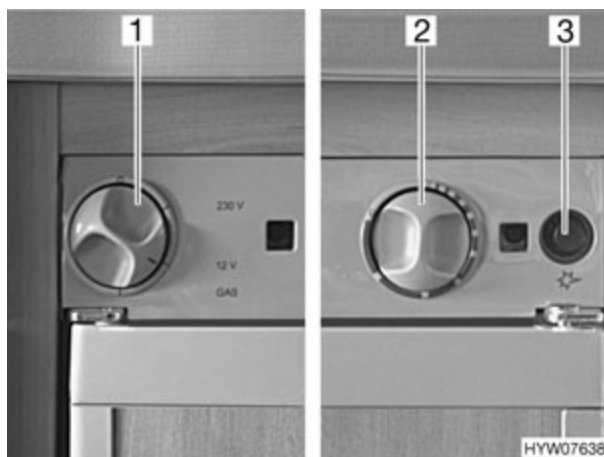

Fig. 120 Boutons de commande pour le réfrigérateur (variante 4)
- Placer le sélecteur de source d'énergie (Fig. 120,1) sur "GAS".
- Enfoncer le bouton tournant (Fig. 120,2) et le maintenir enfoncé. L'arrivée de gaz est ouverte.
- Appuyer de façon répétée sur l'interrupteur d'allumage (Fig. 120,3), jusqu'à ce qu'une flamme soit visible dans le verre-regard (en bas à gauche dans le réfrigérateur).
- Maintenir le bouton tournant (Fig. 120,2) encore enfoncé pendant 10 à 15 secondes, puis le relâcher.
- Placer le sélecteur de source d'énergie (Fig. 120,1) sur "0". Le réfrigérateur est coupé.
- Placer le sélecteur de source d'énergie (Fig. 120,1) sur "230 V". Le voyant de contrôle vert s'allume.
- Régler la température de réfrigération avec le bouton tournant (Fig. 120,2).
- Placer le sélecteur de source d'énergie (Fig. 120,1) sur "12 V". Le voyant de contrôle vert s'allume.